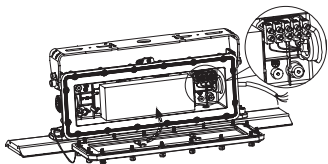

Figure 0-3
6. Lock the driver box cover with screws (The operator should use torsion that over 2.5 N.M). (Figure 0-3)
6. Verrouiller le couvercle de la boîte de commande avec des vis (l'opérateur doit utiliser une torsion supérieure à 2.5 N.M). (Figure 0-3)